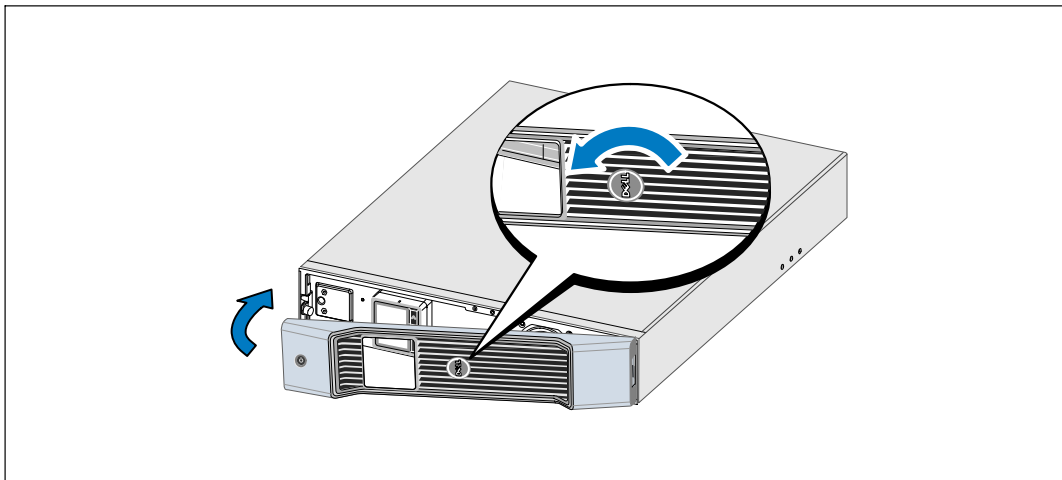

Рис. 23. Установка передней крышки ИБП
- 6 Поверните логотип Dell на 90° против часовой стрелки и установите переднюю крышку ИБП (см. Рис. 23).